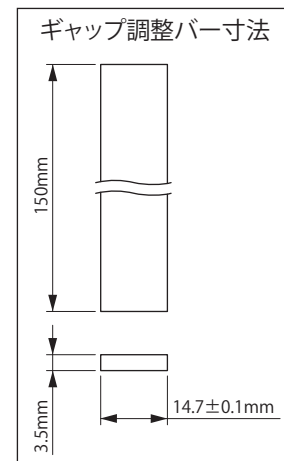

図 8-29
- (3) アウターディスク⑭とセンターリング①の間から、ギャップ調整バー (お客様で角板をご準備ください。図 8-29 参照) をギャップ調整ネジ②の溝に差し込んでください。